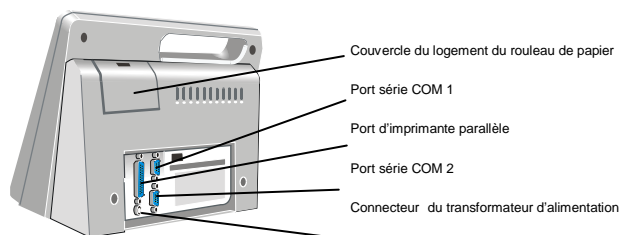

Figure 2. Emplacement des connecteurs
Un ordinateur de laboratoire compatible PC et une imprimante série ou parallèle externe peuvent être utilisés avec l'appareil. Les ports de connexion pour ces périphériques sont situés à l'arrière de l'appareil (Figure 2).
2. Connecter une extrémité du câble de l'imprimante au port marqué PRINTER (pour une imprimante parallèle) ou sur COM 1 ou COM 2 (pour une imprimante série) (Figure 2).
2. Brancher une extrémité du câble sur le port marqué COM 1 ou COM 2 (Figure 2).
2. Brancher le cordon du transformateur d'alimentation au connecteur d'alimentation (Figure 2).